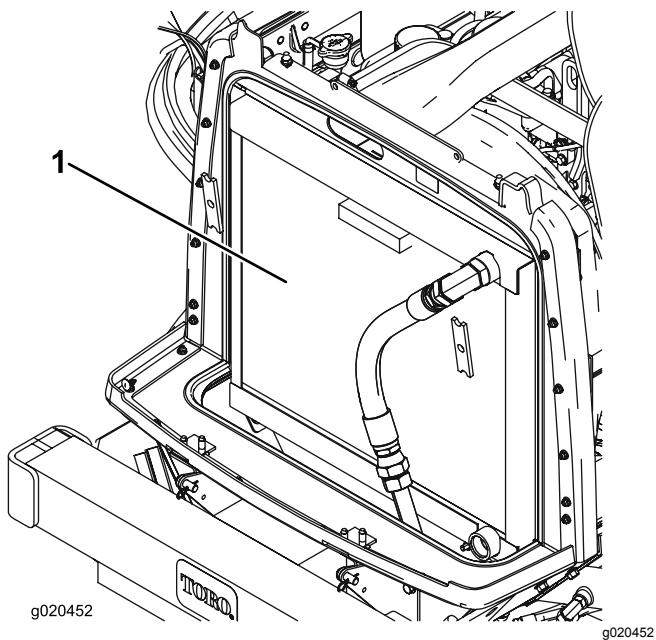

Bild 110
3. Reinigen Sie beide Seiten des Kühlers bzw. Ölkipplers gründlich mit Druckluft (Bild 110).